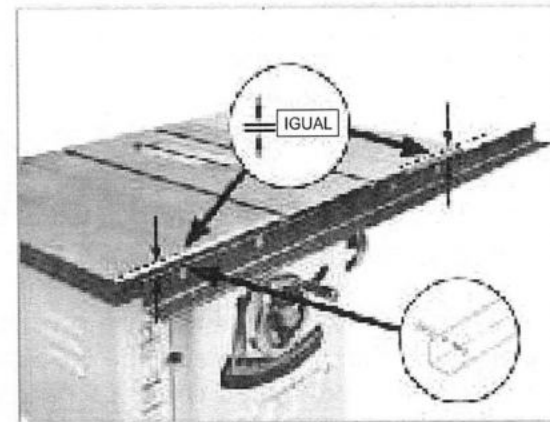

Figura 15. Instalación de riel frontal
9. Fije el riel frontal a la mesa y la extensión alas con cuatro tornillos de cabeza plana M8-1.25 x 35 , arandelas planas, arandelas de seguridad de 8 mm 8 mm y tuercas hexagonales M8-1.25, como se muestra en la **Figura 15**. Asegúrese de que la parte superior del riel es paralela a la superficie de la mesa antes de apretar completamente los tornillos.